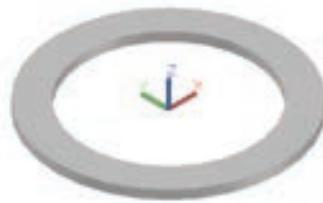

图 11-177 打开的胶垫图形
1) 打开文件：选择菜单栏中的“文件”→“打开”命令，打开随书光盘文件 X:\源文件\11\立体图\胶垫.DWG，如图 11-177 所示。